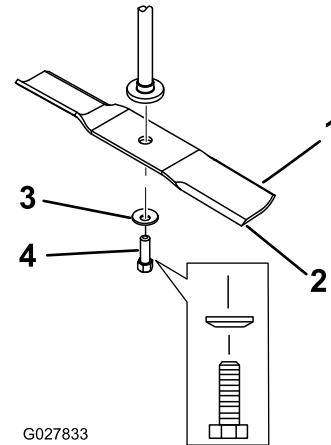

Figura 57
2. Togliete il bullone, la rondella curva e la lama dall'asse del fusello (Figura 57).
1. Montate la lama sull'asse del fusello (Figura 57).
2. Montate la rondella curva (lato concavo verso la lama) e il bullone della lama (Figura 57).